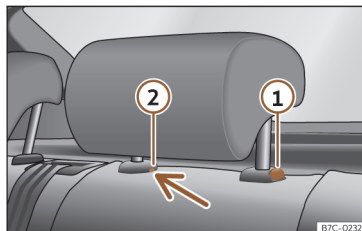

Fig. 100 Apoyacabezas trasero: desmontaje.
- Pulse la tecla»» **fig. 100** ①, apretando a la vez por el orificio del seguro ② con un destornillador plano de máximo 5 mm de anchura y retire el apoyacabezas.